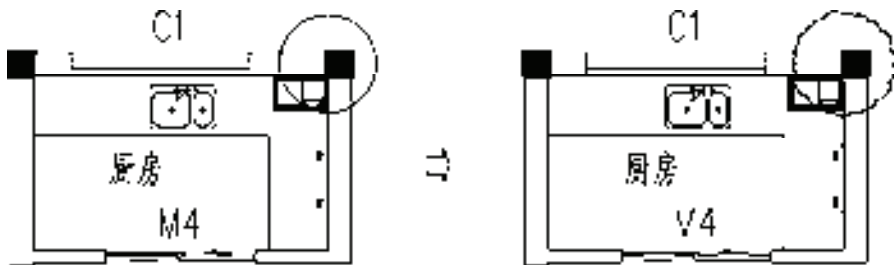

图 10-86 以“已有对象生成”方式绘制
- ▶ “已有对象生成”按钮。单击该按钮，即可通过单击指定已有的闭合对象来生成云线，结果如图 10-86 所示。